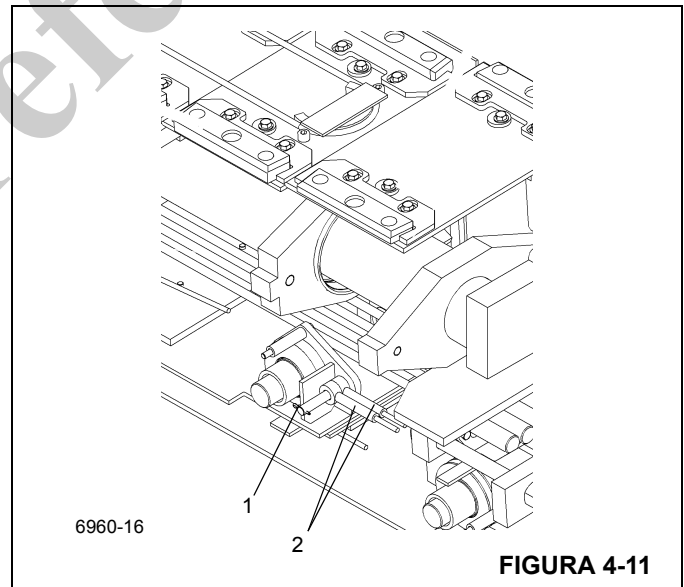

FIGURA 4-11
13. Remova os contrapinos e os pinos (1) que fixam os cabos de retração (2) na parte traseira da seção intermediária externa Figura 4-11.